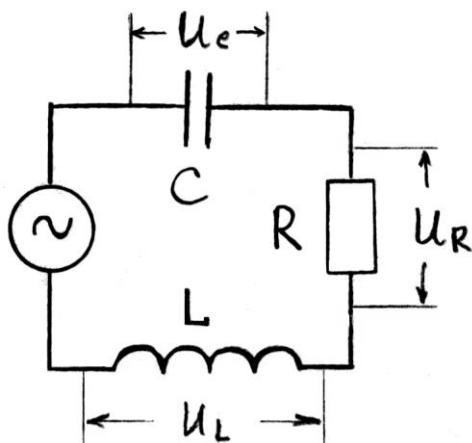

Рис.1.
Рассмотрим электрическую схему на рис.1., в которой последовательно соединенные конденсатор, резистор и катушка индуктивности подключены к генератору переменного напряжения:
Полное сопротивление Z цепи, изображенной на рис.1., определяется формулой:
- 2.1. Соберите на монтажном столе схему, показанную на рис. 1., предварительно выбрав значения параметров элементов следующими: